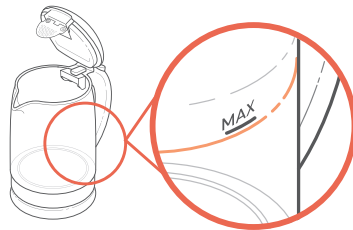

Abbildung 1.2
4. Füllen Sie den Wasserkocher bis zur Markierungslinie „**MAX**“ mit Wasser und schließen Sie dann den Deckel *[Abbildung 1.2]*. Stellen Sie den Wasserkocher auf den Kontaktsockel und schließen Sie ihn an die Stromversorgung an.